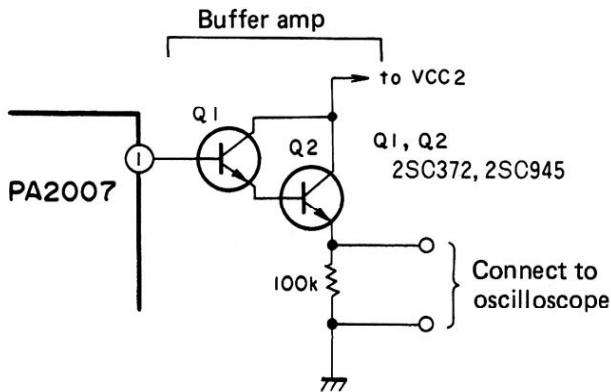

Fig. 14-6 Connect buffer amp
2. Connect a buffer amp to pin 1 of IC PA2007, and connect the output to a oscilloscope (Fig. 14-6).
2. Brancher un amplificateur intermédiaire sur la broche 1 du CI PA2007 et connecter la sortie à un oscilloscope (Fig. 14-6).